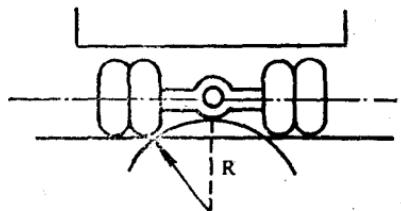

图 7 汽车横向通过半径示意图
4. 汽车横向通过半径 是汽车两后轮的着地点与后桥中心最低点切圆之半径，表示汽车能无碰撞地通过各种地形的能力。半径越小，通过性能越好，如图7。